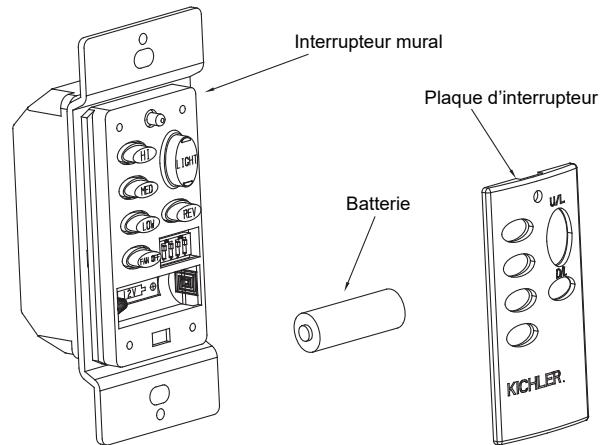

Fig. 19
Étape 1. Utiliser un petit tournevis plat, sur la partie supérieure ou inférieure de la plaque d'interrupteur, pour l'arracher délicatement de l'interrupteur mural. Installer la batterie 12 volt fournie avec le système de commande mural et vous assurer qu'elle est placée d'aplomb. Replacer la plaque de l'interrupteur (**Fig. 19**).
Étape 2. Mettre le transmetteur à l'essai en pressant puis relâchant N'IMPORTE QUEL bouton. Un voyant ROUGE devrait s'allumer. Si non, vérifier pour vous assurer que la batterie est insérée et placée correctement (**Fig. 19**).